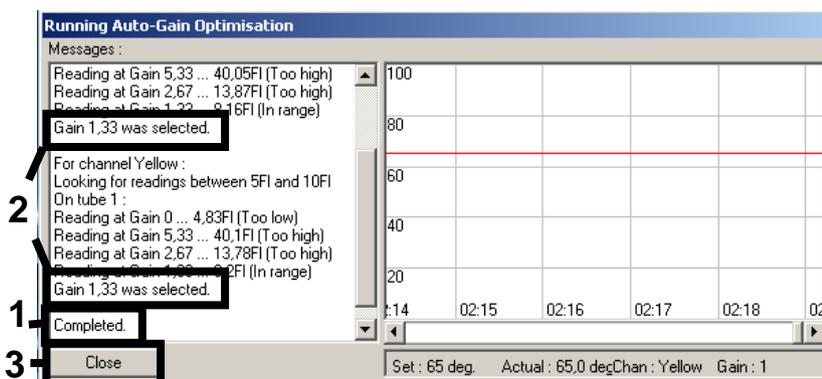

Abbildung 4. Verstärkungsoptimierung abgeschlossen. Notieren Sie die Verstärkungswerte (in diesem Fall „1,33“ für beide Fluoreszenz-Kanäle).
4. Das Dialogfenster **Running Auto-Gain Optimisation** (Durchführung der automatischen Verstärkungsoptimierung) öffnet sich. Warten Sie, bis der Vorgang beendet ist und die Meldung **Completed** in diesem Fenster erscheint (siehe Abb. 4). Notieren Sie die gewählten Werte für beide Kanäle und schließen Sie anschließend das Fenster durch einen Klick auf **Close** (Schließen) (siehe Abb. 4).